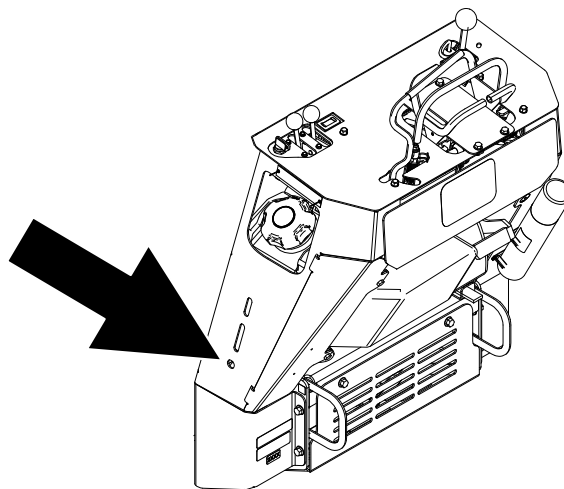

Figure 35
**Remarque:** Vous pouvez insérer un manche à rochet dans le trou comme montré à la Figure 35 pour engager une clé pour filtre à huile.